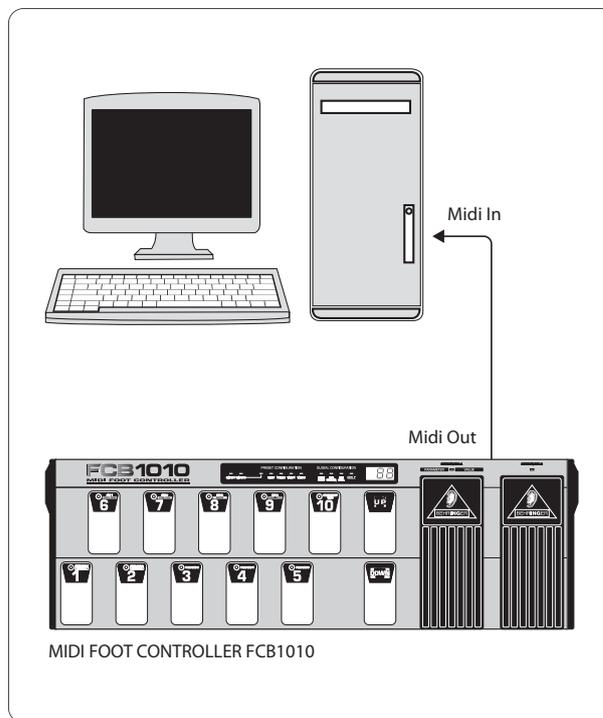

Fig. 2.5: Envio de um SysEx-Dumps
- Ligue o MIDI OUT do FCB1010 com o MIDI IN do seu sequenciador/computador (ver fig. 2.5).